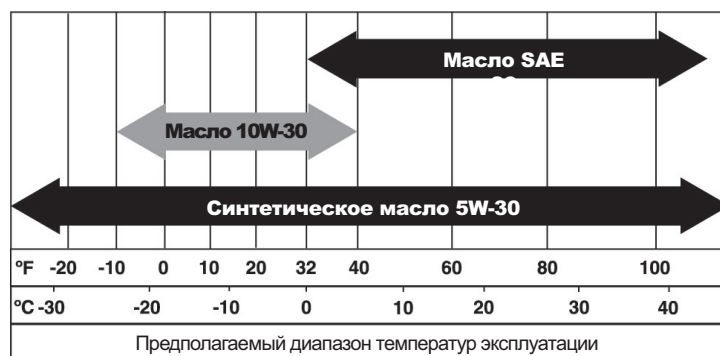

Рис. 4-2. Рекомендации по использованию масел в зависимости от температуры
8. Заново наполните двигатель рекомендуемым маслом. Рекомендуемое масло см. на Рис. 4-2.